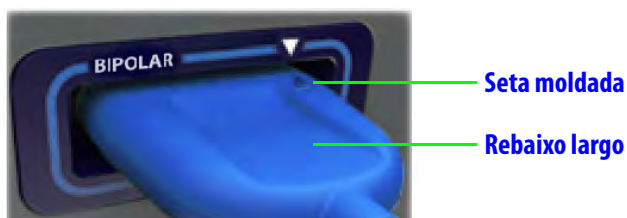

Figura 6.14 Orientação correta do conector com a seta moldada voltada para cima
1. **Orientar corretamente o conector:** o rebaixo largo no conector e a seta moldada devem ficar voltados para cima ao se instalar o cabo na porta da VIO dV (Figura 6.14).